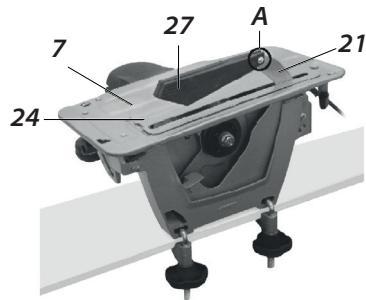

Рис. 6
**г)** Для проведения мелких стационарных работ пила устанавливается на горизонтальной поверхности верстака на неподвижный кожух и основную ручку так (Рис. 6). Фиксация на верстаке осуществляется с помощью отверстий (14) струбцинами (входящие в комплект).
2. Проверьте исправность пильного диска, наличие и правильность установки расклинивающего ножа (21) (Рис. 6).
4. Зафиксируйте пилу на горизонтальной поверхности прочного верстака или стола струбцинами (22) так, как показано на рис. 6.
5. Ручкой (10) отведите нижний защитный кожух, установите накладку стола (24) и зафиксируйте ее на столе винтом M4 из комплекта крепежа (23). Отпустите ручку защитного кожуха.
6. Установите дополнительный защитный кожух (27) на расклинивающий нож с помощью оси (A) (см. Рис. 6), вставив ее в отверстия кожуха и ножа. Зафиксируйте ось шплинтом из комплекта крепежа. Убедитесь, что дополнительный кожух может свободно подниматься и опускаться вокруг оси.
7. Струбцины (22) (Рис. 7), накладка стола (24) с ее винтом, дополнительный защитный кожух (27) (Рис. 6), ось (A) и ее шплинт используются только при стационарной работе пилы.